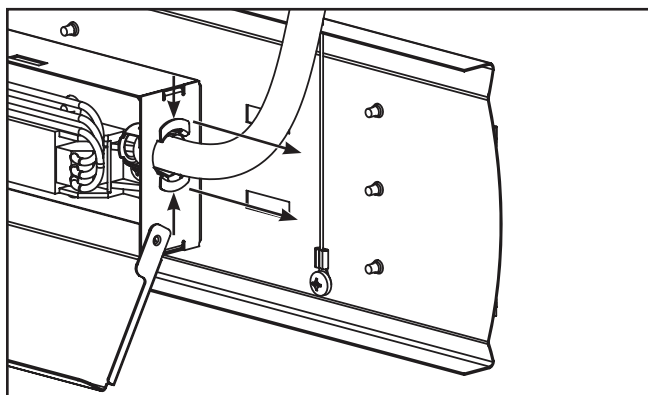

Figure 9.
10. Pincez les languettes de l'agrafe maintenant le conduit métallique souple dans le boîtier du pilote et retirez complètement l'agrafe hors du boîtier. (Figure 9)